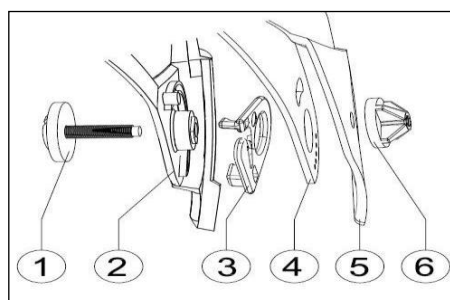

Fig. 1
- Draai de schroeven (afb. 1, punt 1 en 6) op de zijkanalen los.
- Verwijder de frontplaat (afb. 1, punt 5), zorg ervoor dat het centrale deel van zijn steun wordt verwijderd.
- Verwijder het vizier (afb. 1, punt 4).
- Verwijder de aan/uit-stopper (afb. 1, punt 3).
- Verwijder het deel van de helm (afb. 1, punt 2).
- Plaats de schroef in de speciale behuizing die in het kopstuk is te vinden (afb. 1, punt 1).
- Plaats de aan/uit-stopper (afb. 1 punt 3).
- Plaats het vizier (afb. 1 punt 4).
- Plaats het masker (afb. 1 punt 6).
- Zet de schroef iets vast (afb. 1, punt 1 en 6).